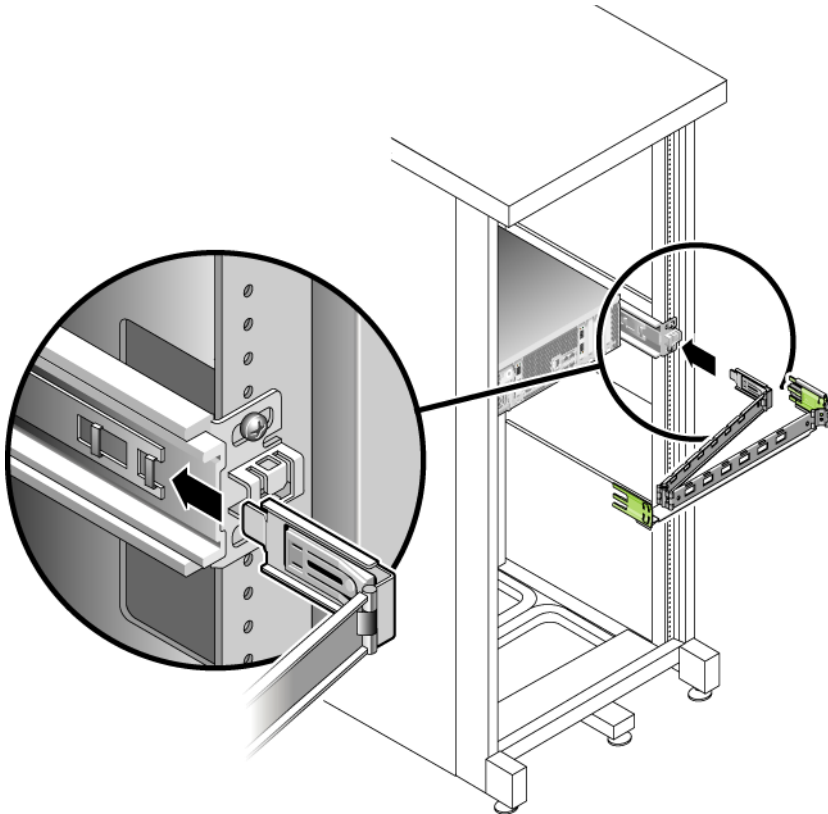

FIGURE 2-20 Montage du connecteur CMA interne
2. Insérez la plus petite des extensions dans le clip situé à l'extrémité du support de montage (FIGURE 2-20).